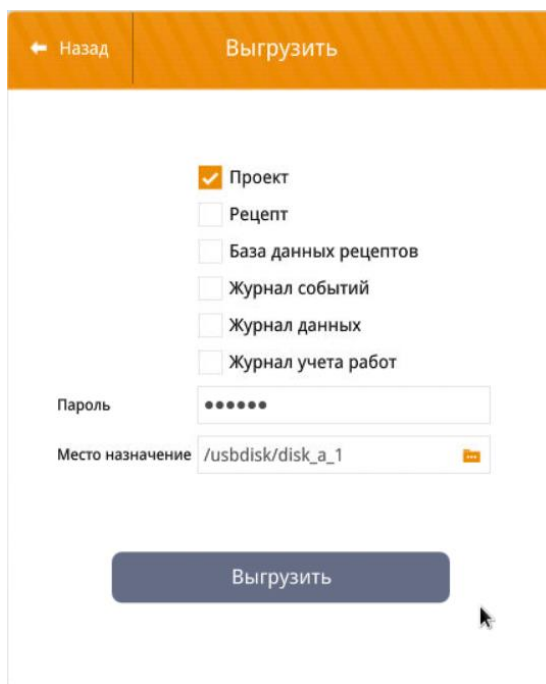

Рисунок 7.2 – Окно «Выгрузить»
7. В окне «Выгрузить» (рисунок 7.2) установить значения в поле: «Проект». Выбрать каталог сохранения прикладного ПО на USB Flash-накопителе или SD-карте памяти, нажав символ (). Ввести пароль в поле «Пароль:» (по умолчанию 111111). Примеры пути к файлу на USB Flash-накопителе или SD-карте памяти для сохранения журнала архивных сообщений: